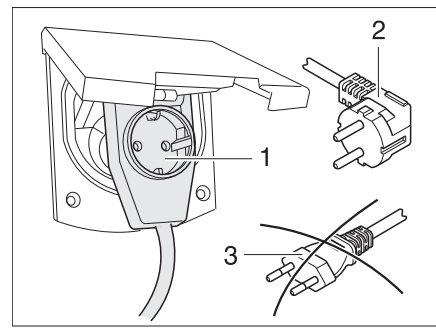

Bild 179 Anslutning till en vinkelkontakt med uttag
► Om en CEE 17 vinkelkoppling med uttag på baksidan (Bild 179,1) används, ska endast en gummerad och förseglad IP 44-kontakt med jordad kontakt (Bild 179,2) användas. Använd inte någon kontakt utan jordad kontakt (Bild 179,3). Risk för strömstötter!